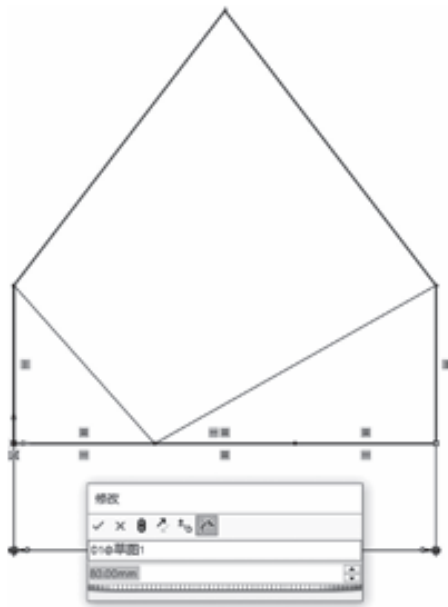

图 1-52 整体尺寸标注
(1) 单击【智能尺寸】，按照“先定全局后定局部”的方式，对整体轮廓进行尺寸标注，如图1-52所示。